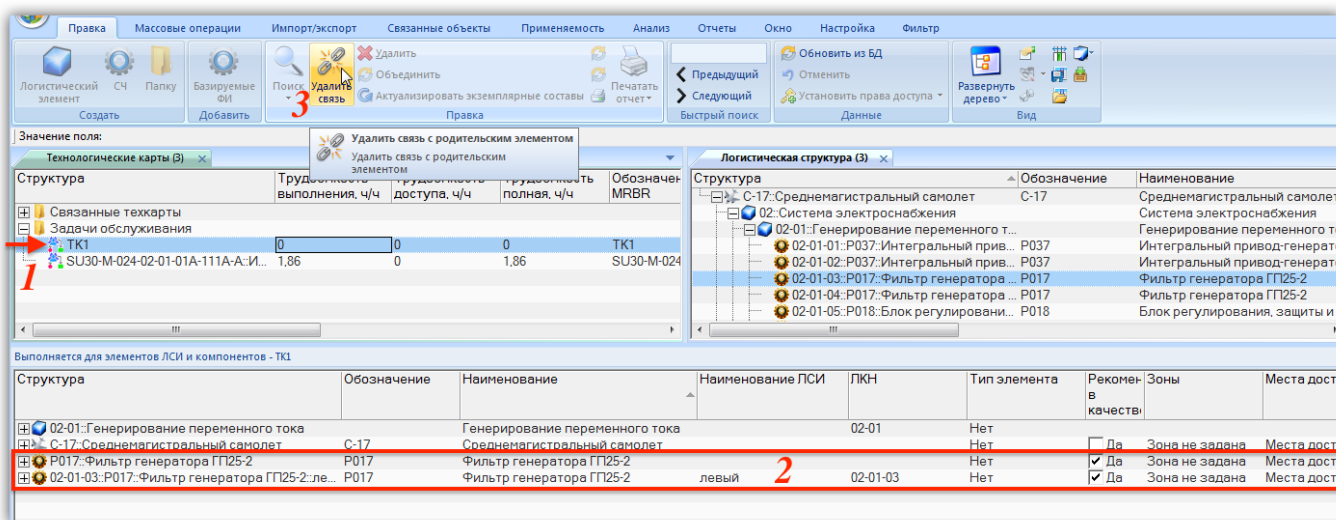

Рис. 12-47 – Связь ТК «ТК1» с компонентом «P017» установлена дважды
- Выбрать компонент в связанном окне «Выполняется для элементов ЛСИ и компонентов» для ТК и нажать кнопку «Удалить связь» панели «Правка». Связь будет удалена для всех мест использования данного компонента. Однако если компонент был связан с ТК несколько раз, то удалена будет только выбранная связь. В примере на рис. 12-47 связь ТК с компонентом «Р017» установлена дважды (2). Если удалить одну из них, нажав кнопку «Удалить связь» (3), то другая связь сохранится.